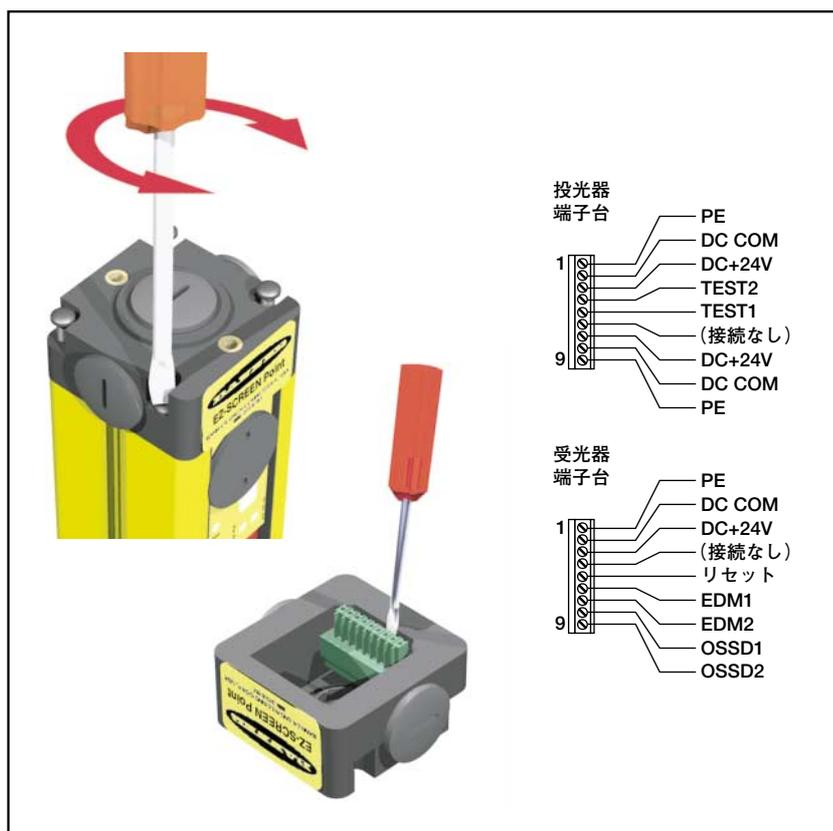

Fig. 3-11 端子台への接続
簡単に配線できるように、取り外し可能なモジュール式の端子台が各投受光器の表示と同じ側のエンドキャップ内に装備されています。Fig. 3-11をご参照ください。接続方法は以下のとおりです:
- 4) ブラケット(必要な場合)とワイヤリング・チャンバーのエンドキャップにワイヤまたはケーブルを通します。必要に応じてケーブルのシースを取り除き(約25～50mm)、個々のワイヤ被覆を約7mm剥離し、Fig.3-11に示すように端子台へ接続してください。端子ネジを推奨トルク0.22～0.25Nmで締めます。